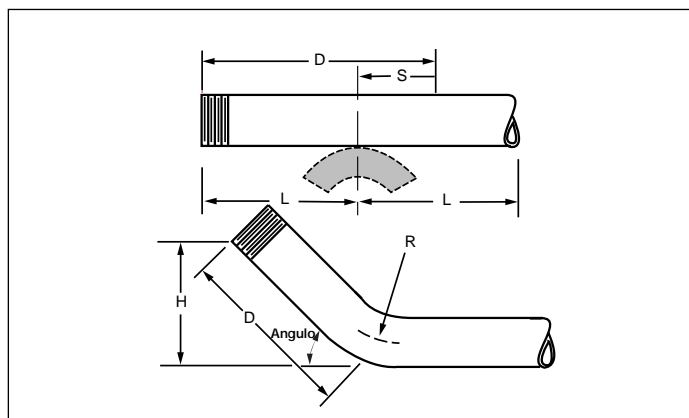

Figura 6
3. Faça uma segunda marca (**S**) no tubo, conforme demonstrado na Figura 6.
A marca (B) não pode estar a uma distância da ponta do tubo menor do que a distância (L), ou a ponta do tubo não vai ficar presa no Bloco Guia (ver Figura 6, Exemplo 3 e Tabela 5 – item "L").